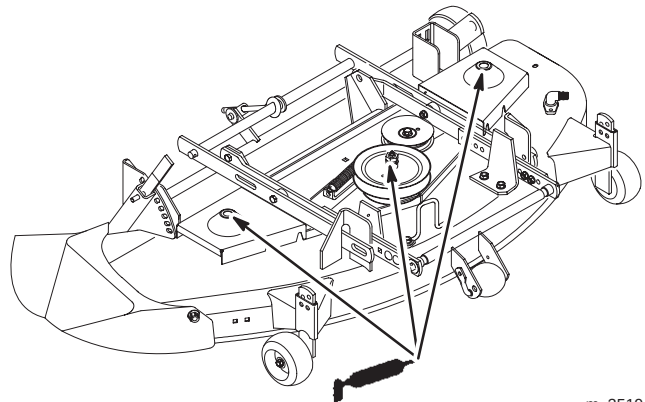

Figure 33
2. Nettoyez les graisseurs à l'aide d'un chiffon (Fig. 33).
4. Raccordez une pompe à graisse à chaque graisseur (Fig. 33).